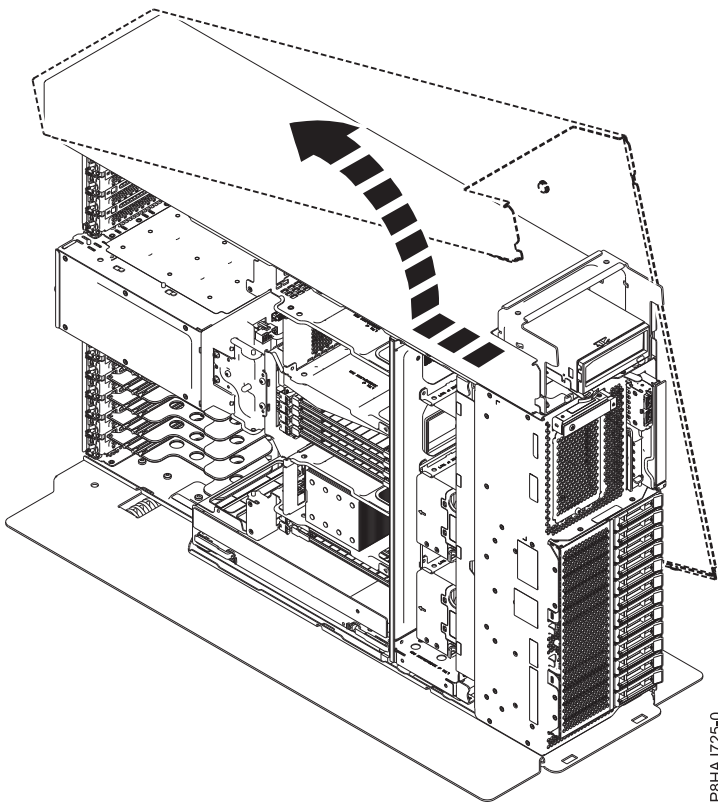

Abbildung 101. Seitenabdeckung bei einem eigenständigen System vom Typ 8286-41A ausbauen
5. Schieben Sie die Seitenabdeckung in der in Abb. 101 dargestellten Richtung vom System.